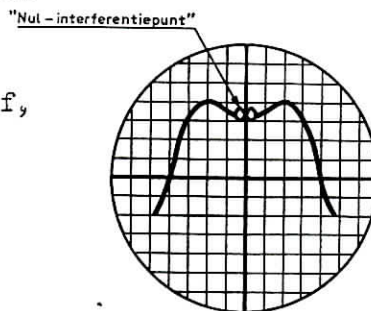

fig. 6
9. Regel de kringen in de doosjes D9 en D10 met de spoelkernen zo af, dat de op de oscillograaf zichtbare bandkromme (overkritisch) symmetrisch is t.o.v. het nul-interferentiepunt (zie fig. 6).